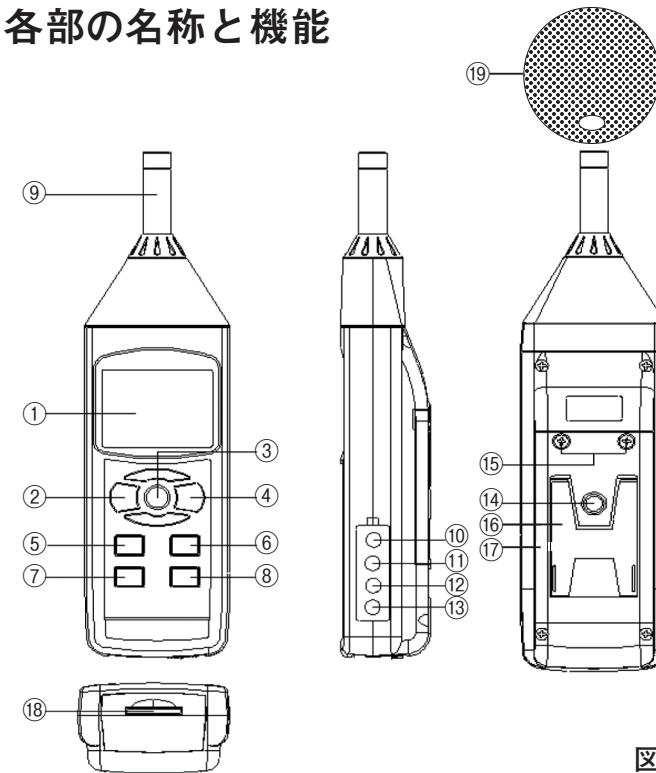

図1
まず初めに、データロガー等の機能を有効にするために、現在時刻の設定等を行う必要があります。POWER(電源)ボタン(②、図1)を押して、本器の電源を入れます。また、このボタンを2秒以上長押しすると、電源が切れます。
電源を入れた状態でSETボタン(⑦、図1)を2秒以上長押しすると「SEt dAtE」と表示部(①、図1)に表示され、「初期設定」モードになります。そしてNEXTボタン(③、図1)を一回ずつ押す毎に下記の6つの設定画面に切り替わります。
備考:「初期設定」機能を実行中にESCボタン(②、図1)を押すと、「初期設定」機能が終了し、通常測定画面に戻ります。
(1) ENTERボタン(④、図1)を1度押します。▲ボタン(⑤、図1)または▼ボタン(⑥、図1)を押して、値を調整してください。希望する値を設定し、ENTERボタン(④、図1)を一度押すと、次の値の調整に移ります。最初に年(yy)の値を設定し、次に月(mm)の値を設定し、さらに日(dd)、時間(h)、分(m)、秒(s)へと移行します。
(2) 最後に、ENTERボタン(④、図1)を一回押します。
(1) ▲ボタン(⑤、図1)または▼ボタン(⑥、図1)を使用して上段に表示されるテキストを「bASIC」または「Euro」に設定します。
(2) 最後に、ENTERボタン(④、図1)を押します。
(1) ▲ボタン(⑤、図1)または▼ボタン(⑥、図1)を使用して上段に表示されるテキストを「yES」または「no」に設定します。
(1)▲ボタン(⑤、図1)または▼ボタン(⑥、図1)を使用して上段に表示されるテキストを「yES」または「no」に設定します。
(2)最後に、ENTERボタン(④、図1)を押します。
(1)▲ボタン(⑤、図1)または▼ボタン(⑥、図1)を使用して下記のいずれかの値に設定します。
(2)最後に、ENTERボタン(④、図1)を一度押します。
(1)▲ボタン(⑤、図1)または▼ボタン(⑥、図1)を押して、上段に表示されるテキストを「yES」または「no」に設定してください。
(2)上の値を「yES」に設定し、ENTERボタン(④、図1)をもう一度押すと、画面には「yES Ent」というテキストが表示されるので、本当にSDカードのフォーマットを実行する場合はもう一度ENTERボタン(④、図1)を押し、確定してください。SDカードのフォーマットが行われ、SDカードに保存されている既存のデータが消去されます。上の値を「no」に設定し、ENTERボタン(④、図1)を押した場合SDカードはフォーマットされません。
(1)POWER(電源)ボタン(②、図1)を押すと、本器の電源が入ります。メーターの初期表示は、「オートレンジ」、「周波数補正:A特性」、「動特性:FAST」に設定されます。LCDには、「AUTO」、「A」、「FAST」が表示されます。
(2)A/Cボタン(⑥、図1)を押すことで、周波数補正「A」及び「C」を選択できます。
(3)測定レンジを切り替えるには、Rangeボタン(⑤、図1)を押してください。電源を投入した後のレンジの初期設定は「オートレンジ」になっています。同時に、表示部(①、図1)の右下部に「AUTO」の文字が表示されます。オートレンジの設定中、Rangeボタン(⑤、図1)を押すごとに、マニュアルレンジ(レンジ1、レンジ2、レンジ3)とオートレンジの順で切り換わります。3つのマニュアルレンジは以下の通りです。
表示部(①、図1)には「30-80」と表示されます。
表示部(①、図1)には「50-100」と表示されます。
表示部(①、図1)には「80-130」と表示されます。
- (4) 様々な音源の音を測定する際には、動特性を切り替える為にFast/Slowボタン(⑦、図1)を押します。
動特性「Fast」の設定を選択すると、表示部(①、図1)に「Fast」が表示されます。動特性「Slow」の設定を選択すると、表示部(①、図1)に「Slow」が表示されます。
測定中、HOLDボタン(③、図1)を一度押すと、表示部(①、図1)に「HOLD」記号が表示され、測定値が保持されます。HOLDボタン(③、図1)をもう一度押すと、表示部(①、図1)の「HOLD」表示が消灯しホールド機能が解除されます。
- (1) 本器は、最大と最小の読取値を記録することができます。RECボタン(④、図1)を押すと、データのメモリを開始し、画面に「REC」記号が表示されます。
- (2) 表示部(①、図1)に「REC」記号が表示された状態で
- RECボタン(④、図1)を押すと、「REC MAX」記号が最大値と共に表示部(①、図1)に表示されます。最大値を削除する場合は、HOLDボタン(③、図1)を押すと、表示部(①、図1)に「REC」記号のみが表示され、メモリを継続します。
- RECボタン(④、図1)をもう一度押すと、「REC MIN」記号が最小値と共に表示部(①、図1)に表示されます。最小値を削除する場合は、HOLDボタン(③、図1)を押すと、表示部(①、図1)に「REC」記号のみが表示され、メモリを継続します。
- メモリ機能を終了するには、RECボタン(④、図1)を2秒以上押してください。表示部(①、図1)は通常の測定画面に戻ります。